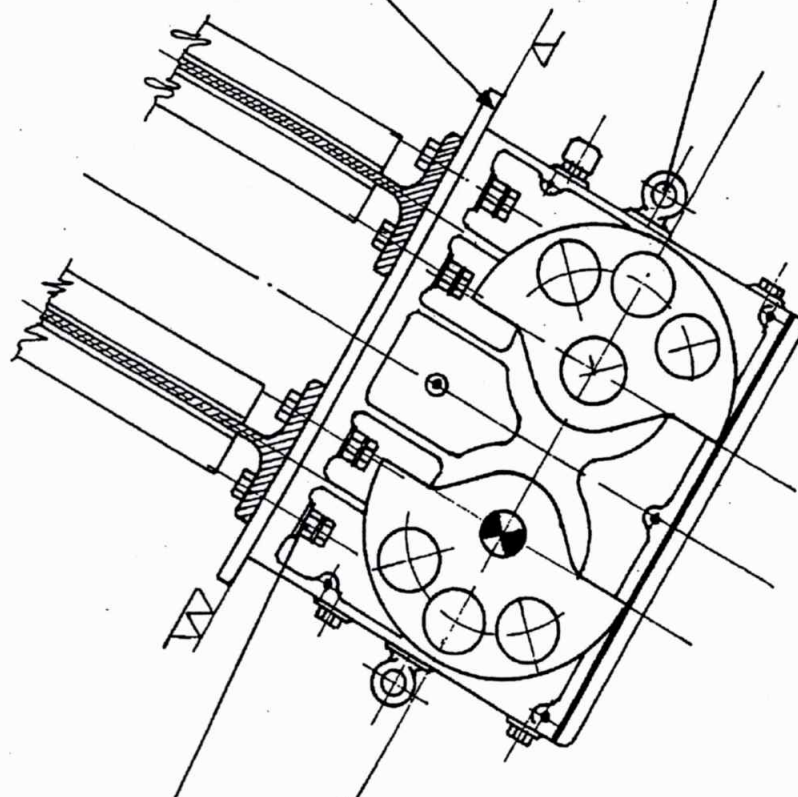

Fig. 1
b) Controllare che il supporto cui l'oscillatore sarà fissato, abbia la superficie di appoggio perfettamente piana, liscia e pulita (Fig.1).